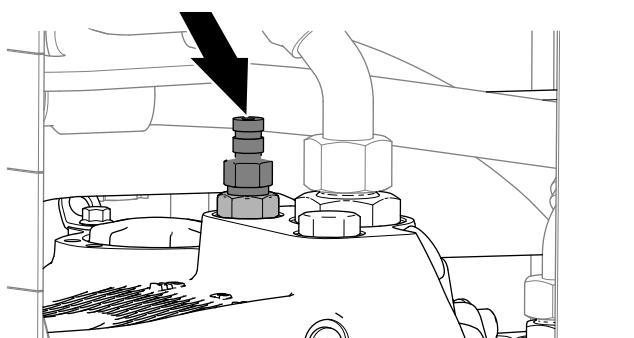

Bild 21
5. Montieren Sie das Prüfgerät an den Schnelltrennanschluss (Bild 21).